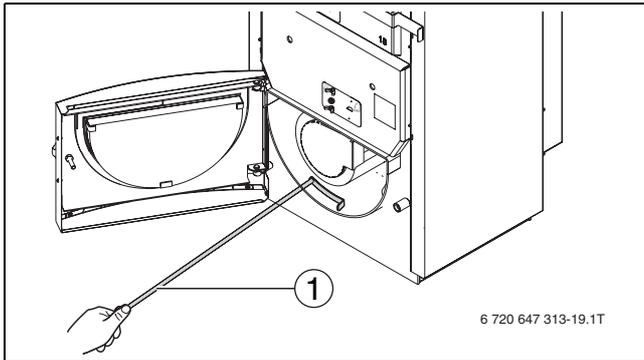

Fig. 43 Rimozione dei residui di combustione dalla camera di combustione
- ▶ Introdurre nella camera di combustione il raschietto per la pulizia da sinistra, vicino alla camera del bruciatore (→ fig. 43, [1]).